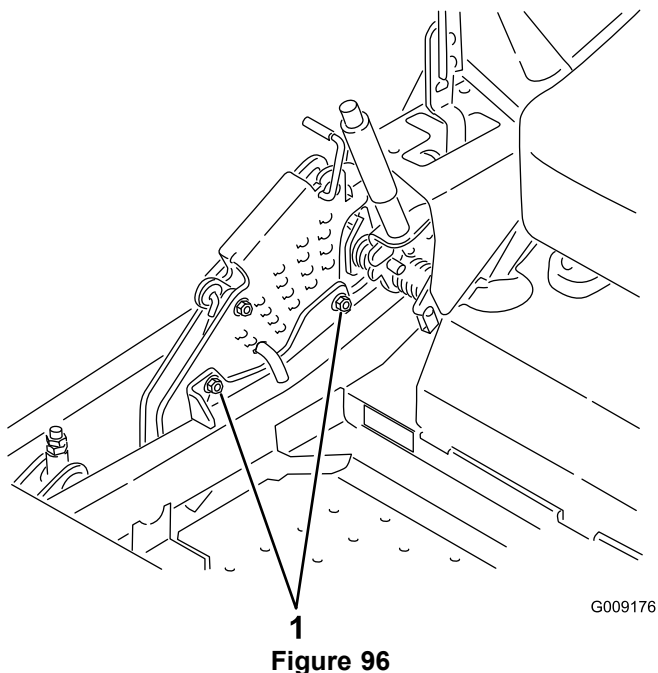

Figure 96
12. Pour régler le système monopoint, desserrez les deux boulons au bas de la plaque de hauteur de coupe (voir la Figure 96).
14. Serrez les deux boulons au bas de la plaque de hauteur de coupe (Figure 96). Serrez à un couple de 37 à 45 Nm (27 à 33 pi-lb).